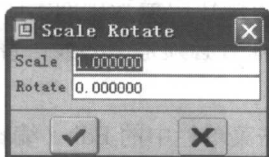
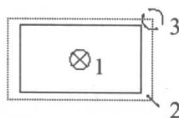

图 2-10 比例旋转对话框
图 2-11 比例旋转实例
(1) 在选取模式下单击要编辑的像素，使其呈现红色的高亮状态。与此同时，草图绘制编辑工具栏中的按钮被激活。
(2) 单击草图绘制编辑工具栏中的按钮，或执行菜单栏中的 Edit (编辑) → Scale and Rotate (比例旋转) 命令，此时系统弹出比例旋转对话框，并且像素被一个红色虚线的编辑框包围，如图 2-10 和图 2-11 所示。
(3) 单击图 2-11 中的 1 位置，此时整个编辑框将跟随鼠标移动。可以移动像素的位
(4) 单击图 2-11 中的 2 位置, 此时整个编辑框将随着鼠标移动而以 1 位置为中心改变自身比例。将鼠标移动到适当位置, 然后单击左键或中键完成操作。
(5) 单击图 2-11 中的 3 位置, 此时整个编辑框将随着鼠标移动而以 1 位置为中心改变自身角度。将鼠标移动到适当位置, 然后单击左键或中键完成操作。
如果想精确地修改像素的比例大小和旋转的角度值, 可以在如图 2-10 所示的比例旋转对话框中输入数值来改变像素的比例和角度, 而像素的位置可以通过相对坐标来确定。